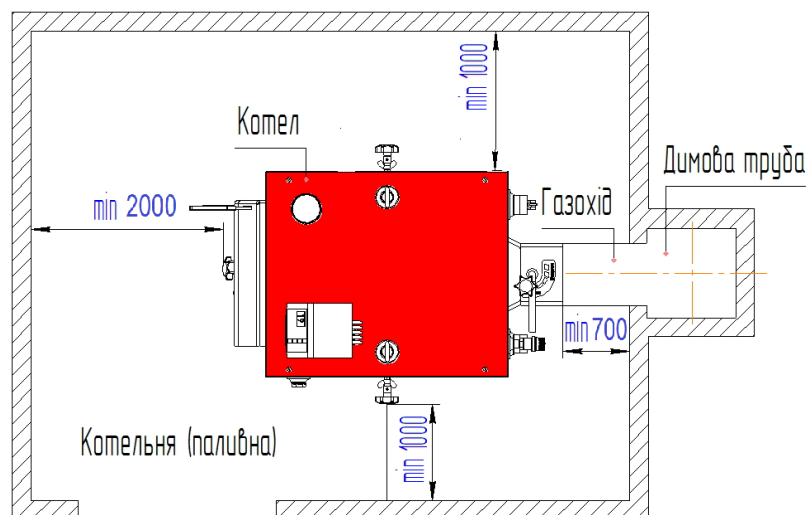

Рис.3 Схема установки котла в котельной (топливной)
6.1.2. Котел поставляется в собранном виде и не нуждается в специальном фундаменте, однако необходимо установить его на ровную горизонтальную поверхность из негорючих материалов. Во время установки котла необходимо обеспечить доступ к нему таким образом, чтобы стены котельной (топливной) не мешали загрузке топлива, чистке топки котла, а также доступа к вентилятору (см.Рис.3).